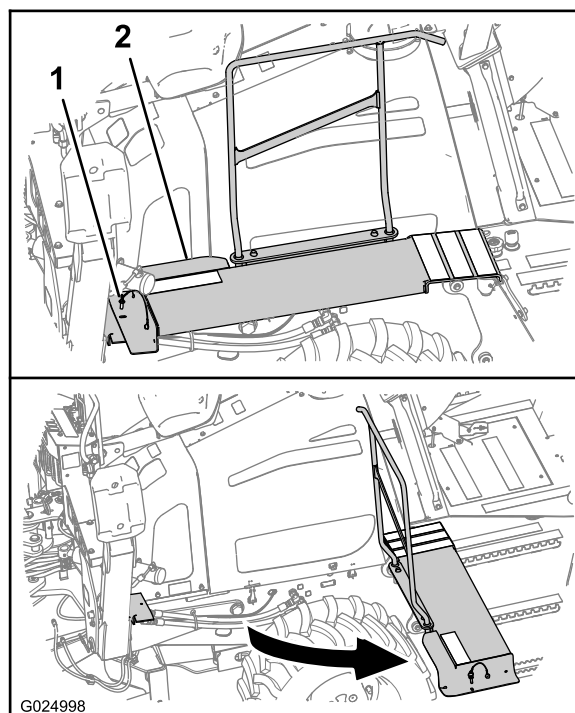

Рисунок 64
- A. С левой стороны машины снимите стопорный штифт с переднего конца пешеходных мостков (Рисунок 64).
- B. Отведите пешеходные мостки в сторону от машины, как показано на Рисунок 64.
- A. Поверните передний конец пешеходных мостков в его исходное положение (**Рисунок 64**).
- B. Совместите отверстие в пешеходных мостках с отверстием в опорном кронштейне мостков (**Рисунок 64**).